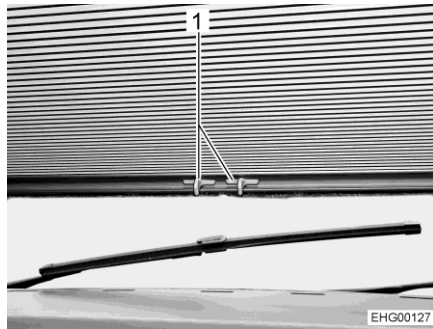

Bild 29 Faltverdunklung (Frontscheibe)
- Schließen: ■ Griffe (Bild 29,1) zusammendrücken und Verdunklung nach unten ziehen.